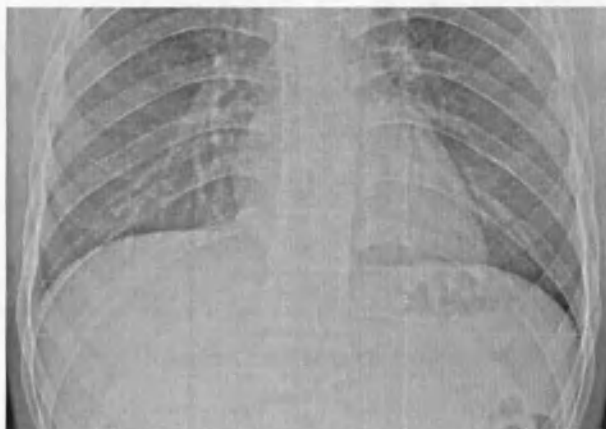

Рис. 120 КТТИ
- На изображении появится две параллельные линии (Рис. 120 КТТИ);